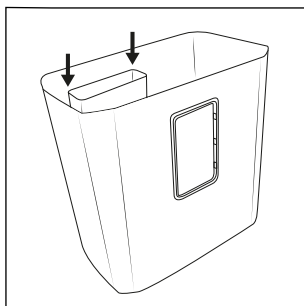

Fig. 1
- ◆ Montez le petit collecteur **10** dans le grand collecteur **12**. Pour ce faire, glissez le petit collecteur **10** le long des rails de guidage dans le grand collecteur **12** vers le bas, jusqu'à ce qu'il s'enclenche entièrement (voir fig. 1).